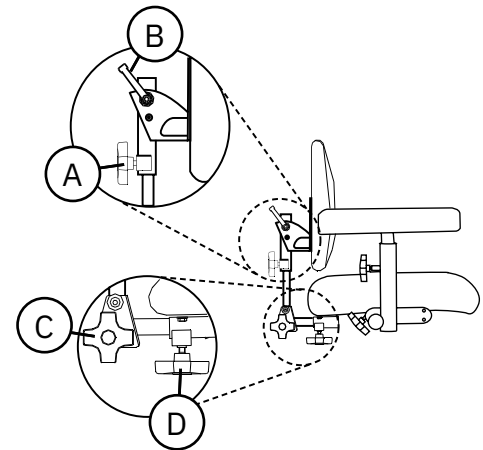

Abb. 5.9. Rückenlehnenmechanismus Medic TWIN.
Bei dem Modell Medic TWIN können die Höhe (A), der Winkel der Rückenlehne (B), der Winkel der Rückenlehnenfunktion (C) und die Tiefe (D) eingestellt werden, siehe Abb. 5.9. Die Rückenlehnenfunktion erlaubt eine Neigung der Rückenlehne von bis zu 15° nach vorn und 45° nach hinten.